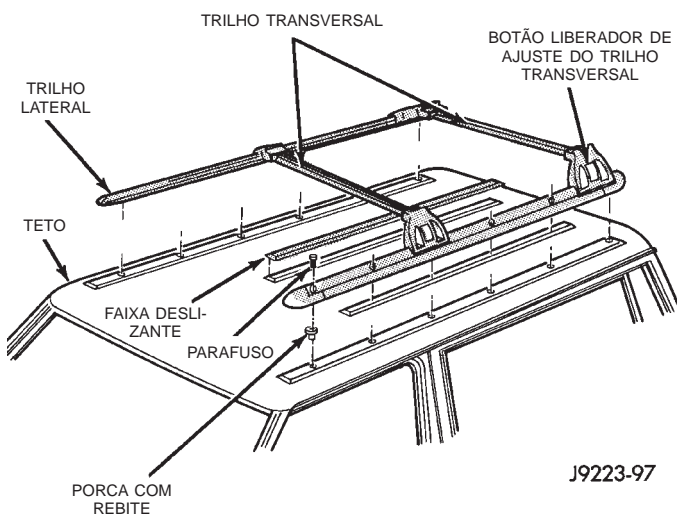

Fig. 70 Bagageiro
(1) Remova os parafusos do trilho de deslizamento (Fig. 70).
(2) Remova o bagageiro do teto.